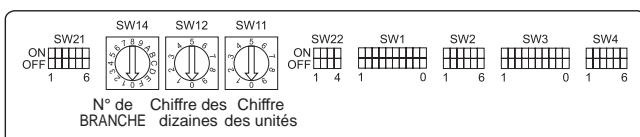

Fig. 5-9
5.5. Définition des adresses (Fig. 5-9)
5.6. Détection de la température ambiante via le capteur intégré d'une télécommande (Fig. 5-9)
5.7. Paramétrage des commutateurs en cas de plafond haut (Fig. 5-9)
5.8. Paramétrage des commutateurs pour le capteur i-See (Fig. 5-9)
5.9. Réglage des commutateurs pour la direction du flux d'air horizontal (Fig. 5-9)